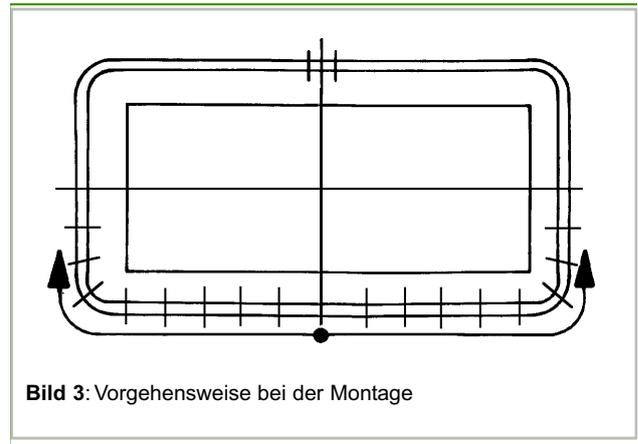

Bild 3: Vorgehensweise bei der Montage
- 4.1 Ziehen Sie den Kompensator auf die Flansche. Beachten Sie bei eckigen Kompensatoren die Lage der Ecken bzw. der Eckradien. Beginnen Sie auf der nahtabgewandten Seite entsprechend Bild 3, indem Sie den Kompensator ohne Klemmflansen mit einer Schraube je Flansch fixieren. Diese Schrauben dürfen nicht angezogen werden.